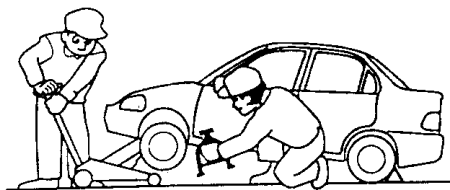

图 1-11 提升车辆
2) 工作时注意安全，注意力要集中。提升车辆，如图 1-11 所示，在前轮或后轮被提起后，应可靠地楔住其他未提起的车轮。如果同时参与工作的有两个或多个人员，则相互间应尽可能多沟通。除非车间或工作区通风良好，否则，不得让发动机运转。